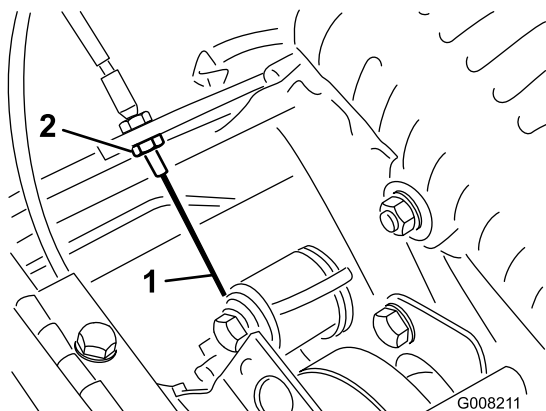

図 41
3. 走行ケーブルの前ジャム・ナットをゆるめ、後ジャム・ナット（図 41）を締めてケーブルの張りを出し、3.2～4.0 kgの力で走行コントロールがつかないようにする。力の計測はコントロール・ノブの部分で行う。